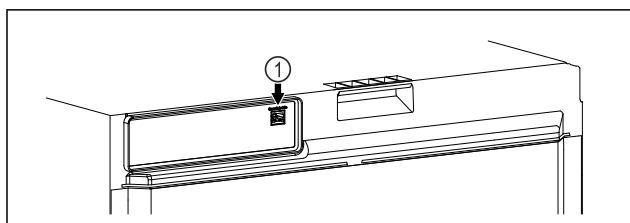

Fig. 114
- ❑ SmartModule Fig. 114 (1) este instalat.